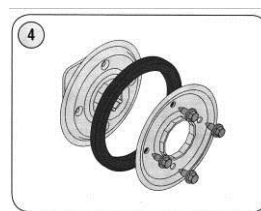

Рис.22
4. Открутите 4 винта, которые крепят пластины колеса вместе. См. рис. 22.